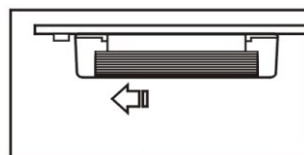

Рис.2
- Зафиксируйте светильник с одной стороны, соединив установочный паз светильника с закрепленной пластиной (Рис.2)